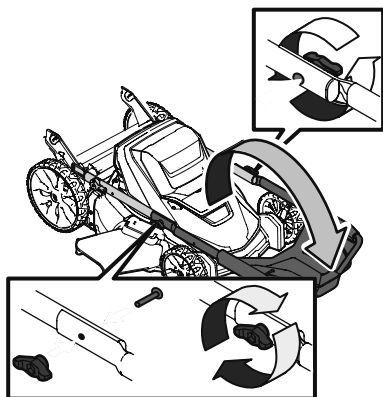

Figure 3
1. Desserrez l'écrou papillon qui fixe la partie supérieure et la partie inférieure du guidon gauche. Voir l'encadré de la Figure 3.
3. Soulevez avec soin la partie supérieure du guidon et pivotez-la dans la position indiquée à la Figure 3.
4. Insérez le boulon dans la partie supérieure et la partie inférieure du guidon droit. Vissez l'écrou papillon sur le boulon. Voir Figure 3 de la Figure 3.